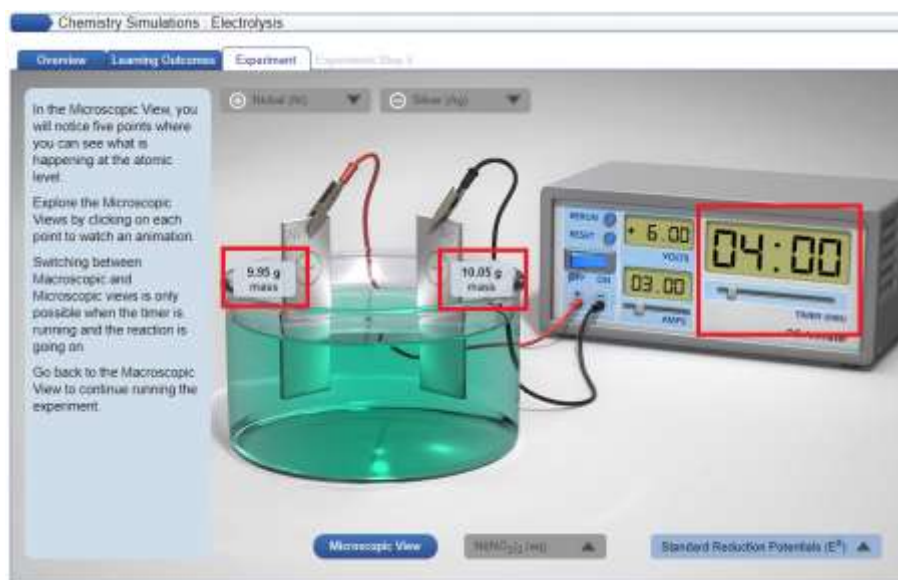

Figura 4. Registro del tiempo y la masa de los electrodos.
5. Registre cada 5 [min], las masas de los electrodos (figura 4) y complete la tabla 2.